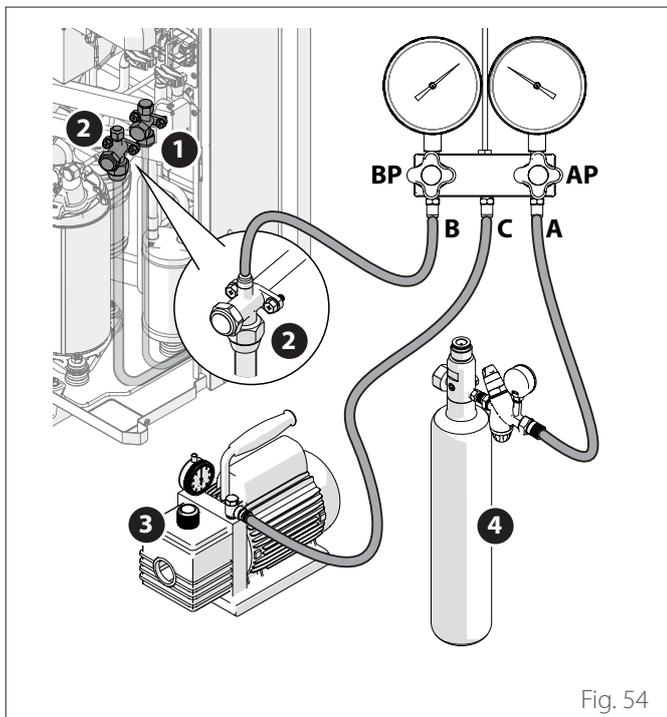

Fig. 54
- Ligue as tubagens de vácuo como em "Fig. 54" e a tubagem para a botija de azoto.
- Abra ligeiramente durante alguns segundos a válvula de corte **(2)** e volte a fechá-la ("Fig. 54").